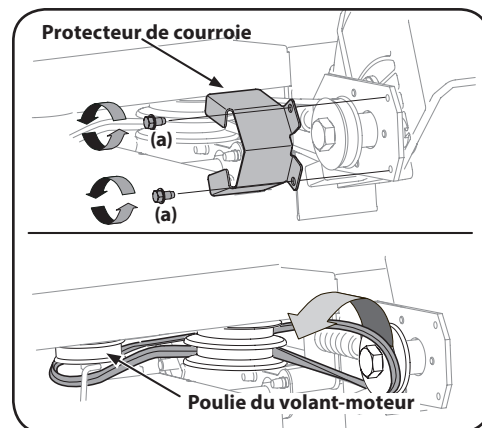

Figure 6-4
3. Pour enlever le protecteur de courroie, desserrez les deux vis autotaraudeuses (a) qui le retiennent au support de lame. Voir Figure 6-4.
4. Retirez avec soin la courroie des poulies et prenez note de la position de la courroie. Mettez la courroie usée au rebut. Voir Figure 6-4.
- NOTE :** Le côté en forme de V de la courroie doit être placé sur la poulie supérieure et le côté plat doit être sur la poulie inférieure. Voir Figure 6-4.